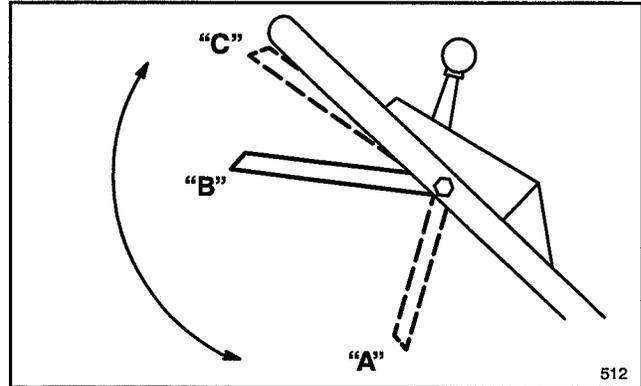

Figure 11
4. COMMANDE DE LA LAME ET DE LA TRACTION (Fig. 11) – Lorsque la barre de commande est en position "A", la glisser vers la droite et la lever en position "B" pour embrayer la lame. Serrer la barre de commande contre le mancheron en position "C" pour embrayer la traction. Pour débrayer la traction sans débrayer la lame, laisser la barre de commande descendre doucement en position "B". Pour embrayer la traction sans embrayer la lame, serrer simplement la barre de commande contre le